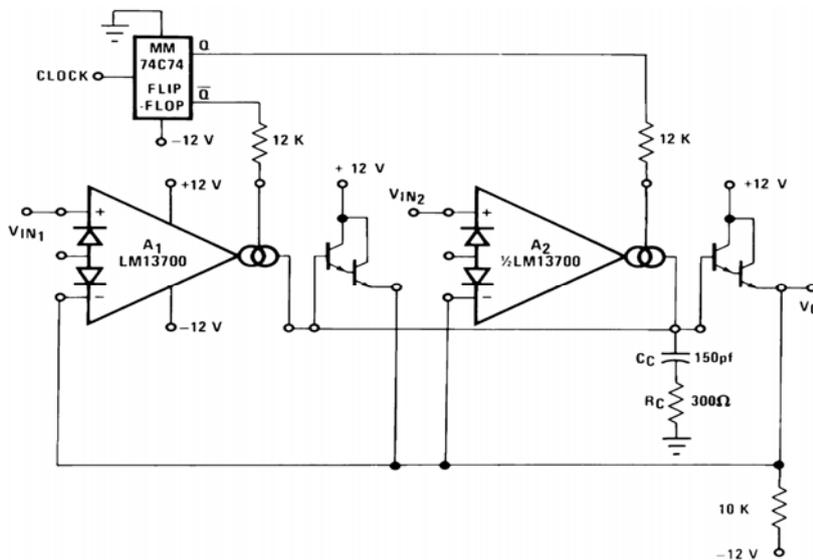

图 19 多路复用器
**2 线性二极管：**当差分电压大于几个 mV 时，方程(3)就不太适合、跨导也变得越来越非线性化，图 19 展示了内部电路如何利用二极管线性化补偿放大器的功能。为方便起见，假设二极管偏执电流源和输入信号以电流形式存在，由于  $I_5$ 、 $I_4$  的和等于  $I_{abc}$ ，之差等于输出电流， $I_5$ 、 $I_4$  可以表示为如下：